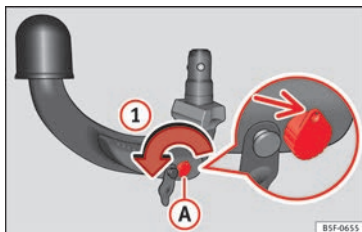

Bild 226 Steg 1
- Vrid nyckeln i pilens ① riktning tills nyckelns del med hål når det översta läget » bild 226.